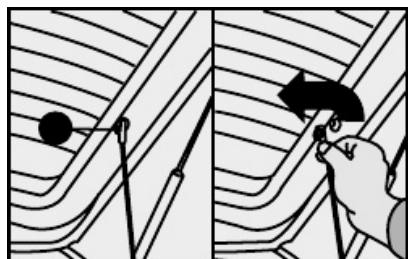

fig. 65
1) Soltar as extremidades superiores **A-fig. 65** dos dois tirantes, desprendendo as argolas dos pinos.